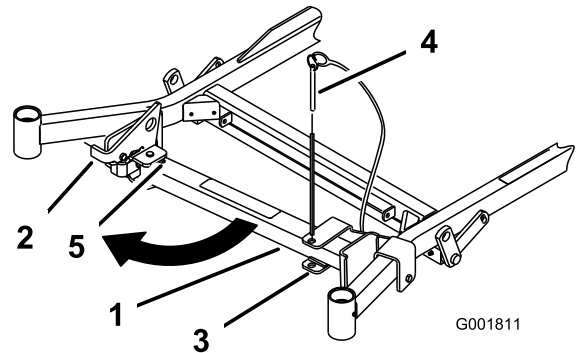
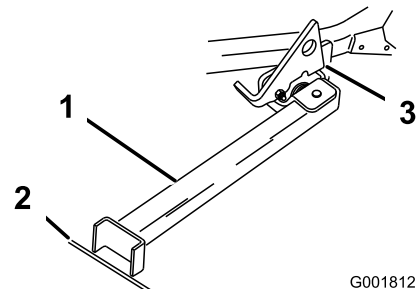

Bild 32
Bild 33
2. Nehmen Sie den Halterungsstift ab (Bild 32).
3. Heben Sie den Riegel an. Drehen Sie den Ständerfuß nach vorne heraus und schieben Sie den Ständer zur Maschine in den unteren Schlitz (Bild 32 und Bild 33).
4. Stellen Sie den Fuß auf den Boden und lassen Sie den Riegel auf der Drehlasche aufliegen (Bild 33).
- Hinweis:** Stellen Sie den Ständerfuß am besten in Risse auf Gehwegen oder in der Rasenfläche (Bild 33).
6. Fahren Sie auf den Stand auf. Halten Sie an, wenn der Riegel über die Lasche in die arretierte Stellung einrastet (Bild 33). Stellen Sie nach dem Auffahren auf den Stand die Feststellbremse fest und stellen Sie den Motor aus.
5. Stellen Sie den Ständer wieder in die Ruhestellung (Bild 32).